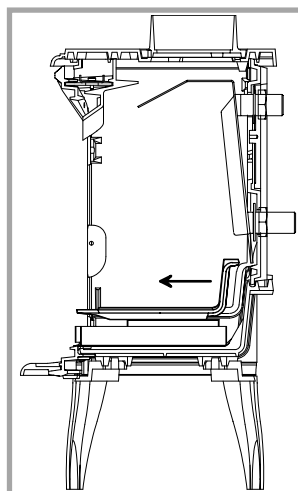

Figure 3
- Glisser la grille vers l'avant (fig. 3).